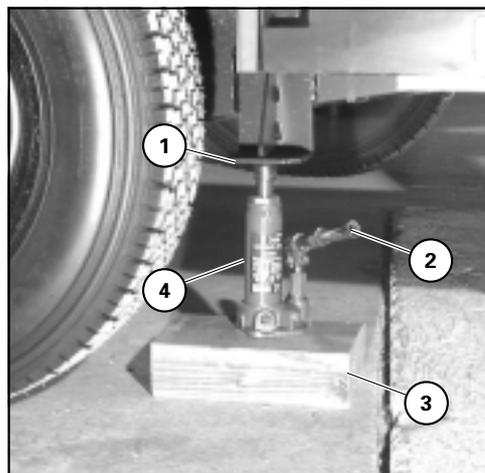

Bild 108 Wagenheber unter Anhängerrahmen
Der Wagenheber darf nur an den Rahmenwinkeln gemäß Bild 108 angesetzt werden.
2. Den Wagenheber gemäß Bild 108 auf der Anhängerseite aufbauen, auf der die Klappstütze getauscht werden soll.